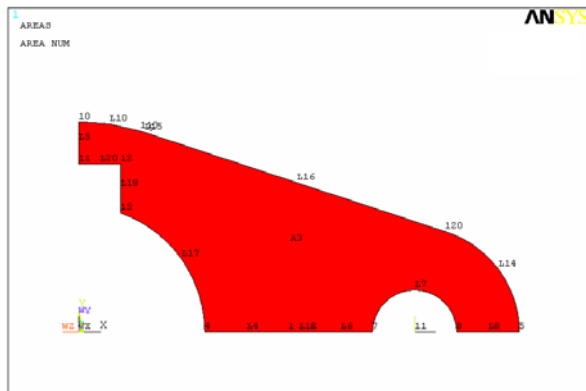
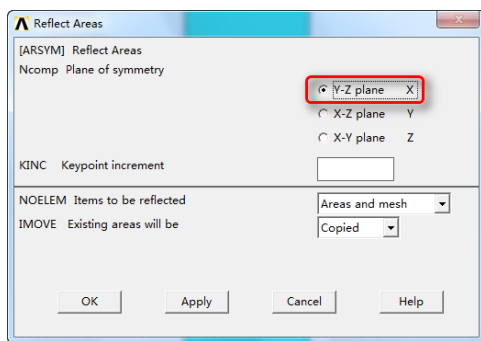

图 3-82 删除右边的面
图 3-83 将面沿 Y—Z 面进行映射
③删除右边的面。
①从主菜单中选择 **Main Menu: Preprocessor > Modeling > Delete > Area and Below**。
②选择左边的面，单击“OK”按钮，如图 3-82 所示。
④将面沿 Y-Z 面进行映射(在 X 方向)。
①从主菜单中选择 **Main Menu: Preprocessor > Modeling > Reflect > Areas**。
②选择 **Pick All**，选择 Y-Z 面，单击“OK”按钮，如图 3-83 所示。